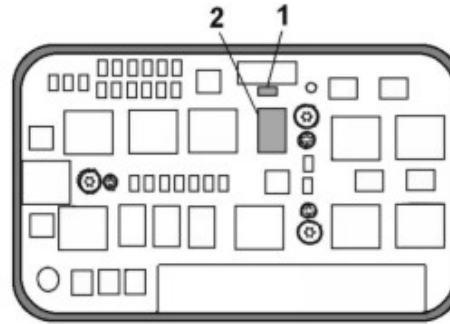

Fig. 7.
À l'aide d'un outil approprié, pousser vers le bas les pivots de positionnement (2) jusqu'à l'arrêt. Serrer la vis gauche (1) (Fig. 7). Une fois le montage terminé, les pivots de positionnement doivent être de nouveau visibles.